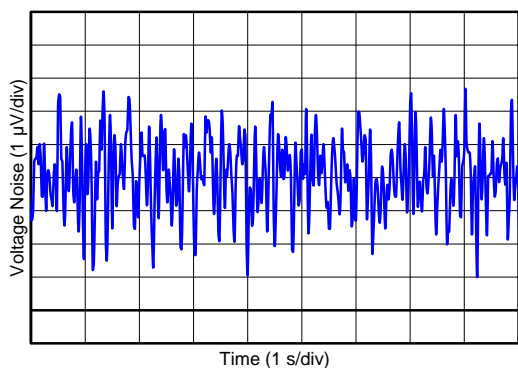

图 11. 0.1-Hz to 10-Hz Input Voltage Noise
0.1-Hz to 10-Hz Input Voltage Noise (5.5 V)	图 11